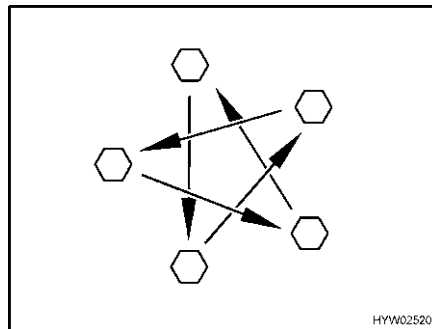

Bild 292 Radmuttern oder Radschrauben über Kreuz anziehen
- Radmuttern oder Radschrauben regelmäßig auf festen Sitz prüfen. Radmuttern oder Radschrauben eines ausgewechselten Rades nach 50 km über Kreuz nachziehen (Bild 292). Anziehdrehmoment siehe Abschnitt 13.5.2.
- ▷ Radmuttern oder Radschrauben über Kreuz anziehen (Bild 292).